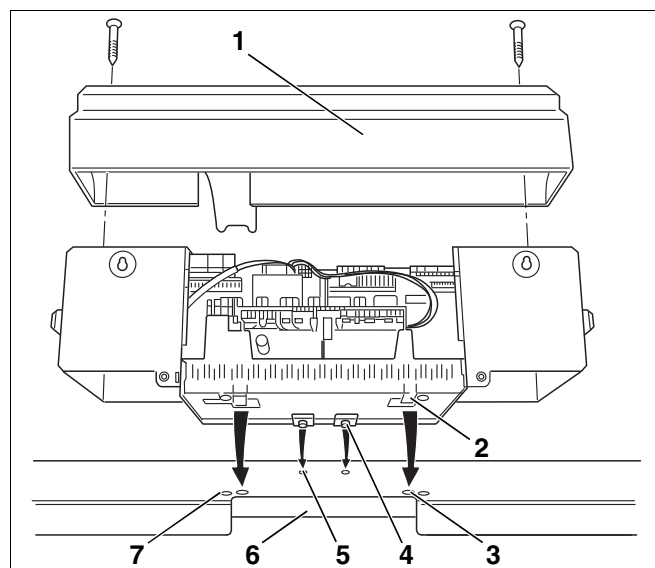
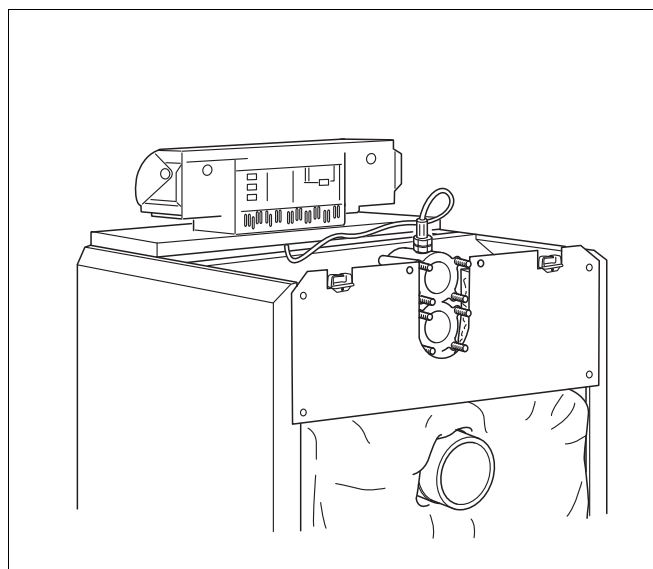

Fig. 43 Montaggio apparecchio di regolazione
Fig. 48 Caldaia con regolatore montato
Nella fig. 43 sono rappresentati l'apparecchio di regolazione e la copertura anteriore visti da dietro.
- ▶ Allentare entrambe le viti della copertura morsettieria (fig. 43, [1]). Rimuovere la copertura del morsetto dall'alto.
- ▶ Sistemare l'apparecchio di regolazione. Inserire l'apparecchio di regolazione sul davanti con i ganci d'inserimento (fig. 43, [4]) nei fori ovali della copertura caldaia anteriore (fig. 43, [5]). Tirare in avanti l'apparecchio di regolazione e poi piegarlo all'indietro. I ganci elastici (fig. 43, [2]) devono scattare dietro nelle aperture rettangolari della copertura anteriore della caldaia (fig. 43, [3]).
- ▶ Fissare lo zoccolo dell'apparecchio di regolazione a destra e a sinistra del passaggio cavi (fig. 43, [6]) sulla copertura anteriore della caldaia, con due viti autofilettanti (fig. 43, [7]).
- ▶ Riavvitare la copertura del morsetto (fig. 43, [1]) sullo zoccolo dell'apparecchio di regolazione con due viti autofilettanti (fig. 48).